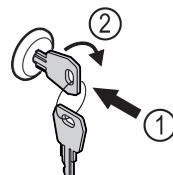

Fig. 172 Atvaizdo pavyzdys
- Ispauskite raktą Fig. 172 (1).
- Pasukite raktą 90° pagal laikrodžio rodyklę Fig. 172 (2).